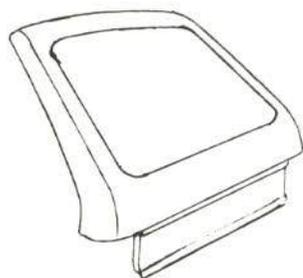
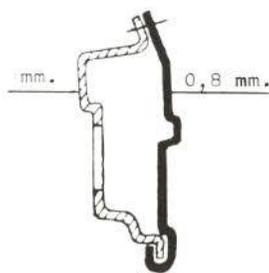

Fig. 13
Fig. 14
- *Portón trasero* (fig. 13). Va atornillado con dos tuercas que fijan cada una de las bisagras. Su accesibilidad para la reparación es mala, pues es de configuración cerrada en todo su contorno, excepto en la parte inferior, en la que lleva cinco huecos que permiten la utilización de las herramientas habituales en reparaciones de chapa. Está constituido por dos perfiles de chapa de 0,8 mm. de espesor (fig. 14).